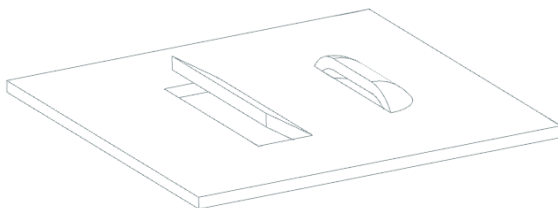

图 4-46 成形端百叶窗特征示意图
(5) 在“百叶窗”对话框中, 单击按钮创建成形的百叶窗特征如图 4-46 所示。